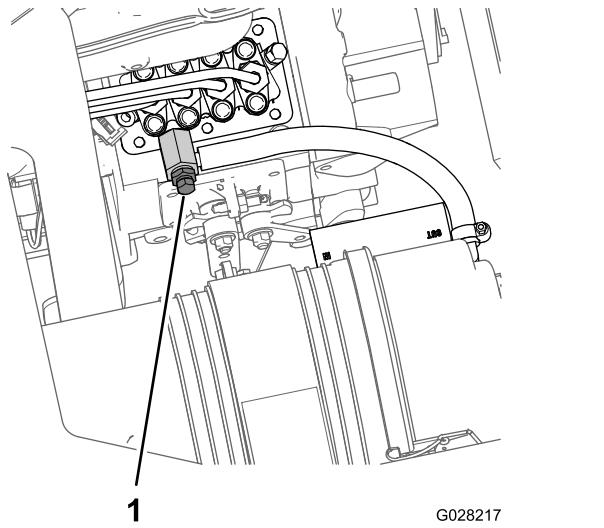

图 76
8. 将放油盘放在发动机燃油喷射泵部位的下方图 76。
9. 打开燃油喷射泵图 76 上的排气螺丝。
11. 让钥匙保持在“开启”位置直到有整股的燃油从排气螺丝周围排出图 76。
12. 拧紧排气螺丝图 76 将钥匙转至“关闭”位置。